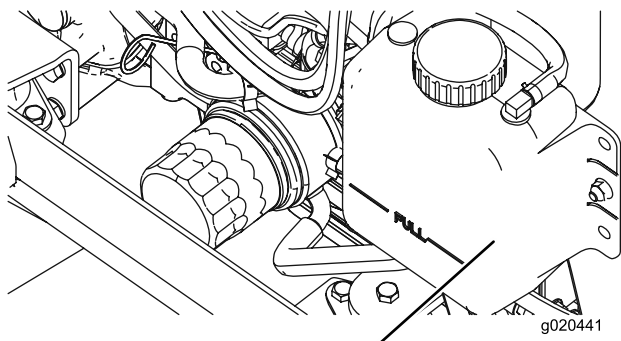

Figure 11
1. Retirez le bouchon du radiateur et le bouchon du vase d'expansion avec précaution (Figure 11).